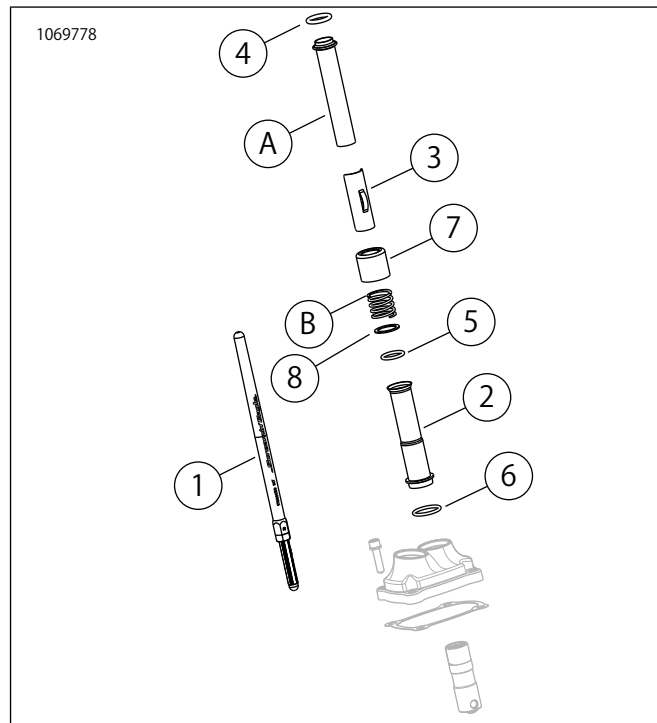
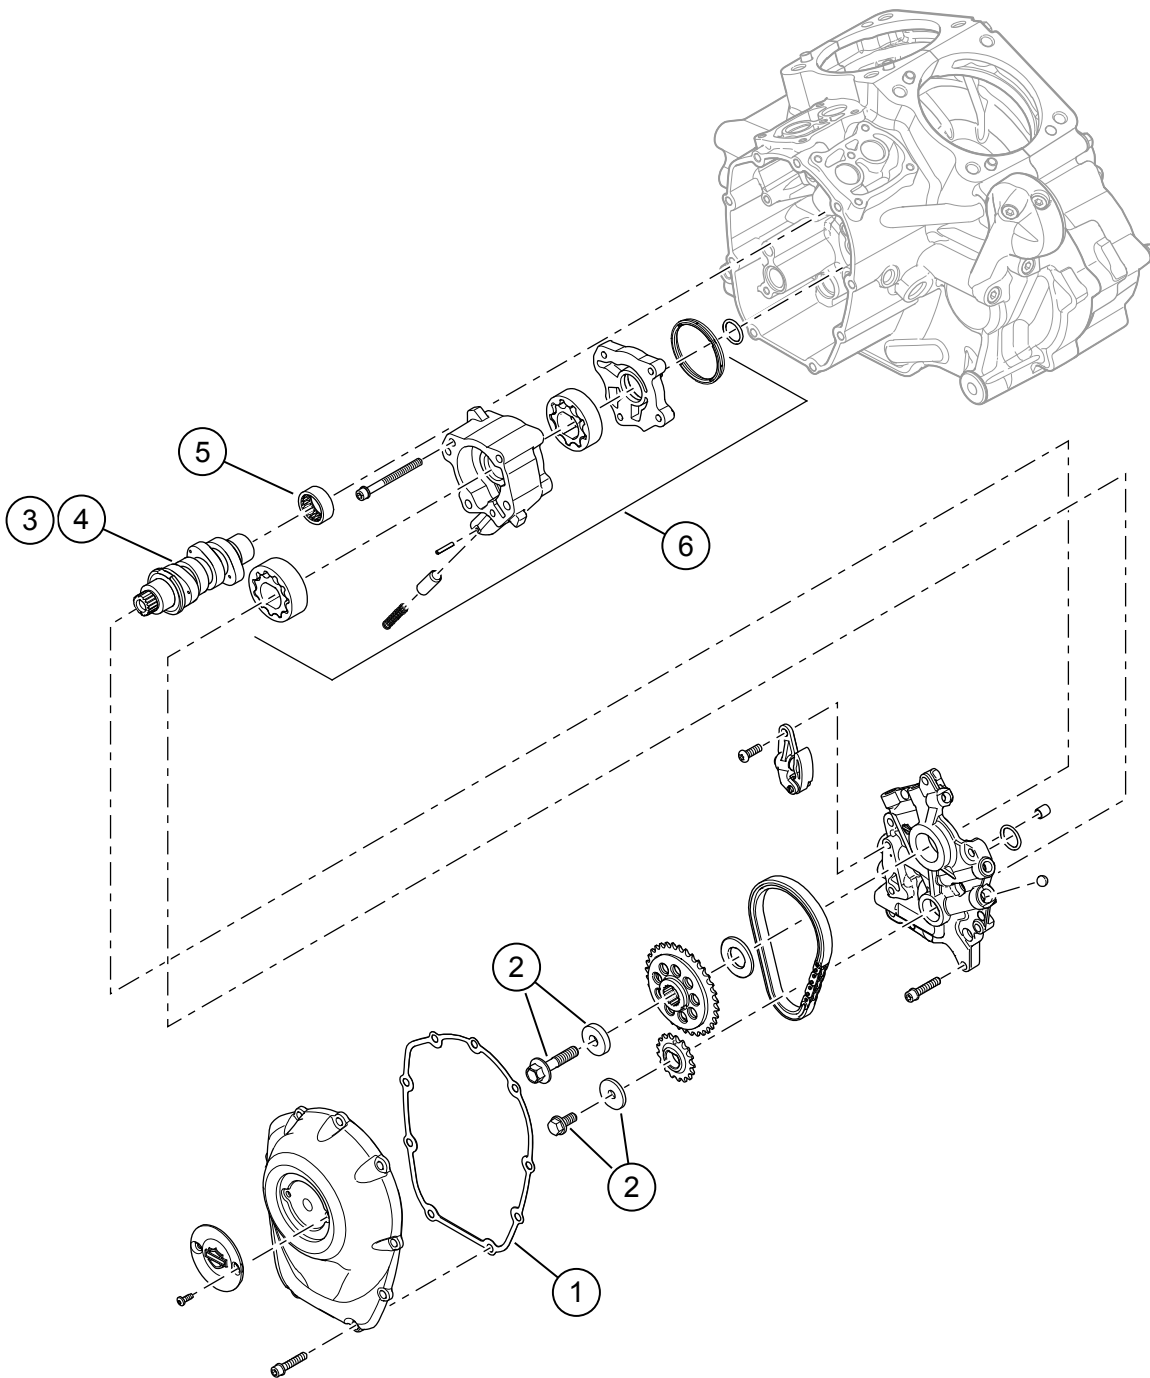

図3. 交換用パーツ
図4。交換用パーツ：Screamin' Eagle Milwaukee-eight ステージ2キット
「 」を参照図3を図4、および表2を表3。
- 図4オイルポンプを取り付けます。サービスマニュアルの「エンジン」を参照してください。